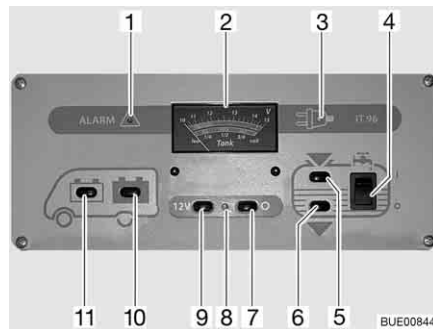

Bild 167 Panel IT 96-2
Der 12-V-Hauptschalter (Bild 167,7 und 9) schaltet das Panel und die 12-V-Versorgung des Wohnraums ein und aus.
**Einschalten:** ■ Schalter (Bild 167,9) drücken "12 V": Die 12-V-Versorgung des Wohnraums ist eingeschaltet. Die Kontroll-Leuchte (Bild 167,8) leuchtet grün.
**Ausschalten:** ■ Schalter (Bild 167,7) drücken "O": Die 12-V-Versorgung des Wohnraums ist ausgeschaltet. Die Kontroll-Leuchte (Bild 167,8) erlischt.
Beim Anzeigeelement V/Tank (Bild 167,2) die obere Skala beachten. Das Anzeigeelement wird automatisch beleuchtet, sobald ein Schalter gedrückt wird.
- Schalter (Bild 167,11) drücken "☰": Die Batteriespannung der Starterbatterie wird angezeigt.
- Schalter (Bild 167,10) drücken "☰": Die Batteriespannung der Wohnraumbatterie wird angezeigt.
Beim Anzeigeeinstrument V/Tank (Bild 167,2) die untere Skala beachten. Das Anzeigeeinstrument wird automatisch beleuchtet, sobald ein Schalter gedrückt wird.
- Schalter (Bild 167,5) drücken "": Die Wassermenge wird angezeigt.
- Schalter (Bild 167,6) drücken "": Die Abwassermenge wird angezeigt.
- Wippschalter (Bild 167,4) oben drücken "I": Die Wasserversorgung ist eingeschaltet.
- Wippschalter (Bild 167,4) unten drücken "O": Die Wasserversorgung ist ausgeschaltet.
Die rote Warnleuchte "ALARM" (Bild 167,1) blinkt, sobald die Spannung der Wohnraumbatterie 11 V (Messung im laufenden Betrieb) unterschreitet und damit Tiefentladung droht.
Die 12-V-Kontroll-Leuchte (Bild 167,8) leuchtet, wenn der 12-V-Hauptschalter (Bild 167,9) eingeschaltet ist.
Die gelbe 230-V-Kontroll-Leuchte (Bild 167,3) leuchtet, wenn am Eingang des Elektroblocs Netzspannung vorhanden ist.